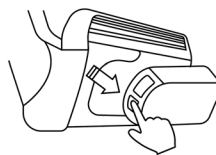

рис. 1
1. Извлеките аккумулятор из прибора: нажмите на защелку аккумулятора и удалите его. (рис. 1)